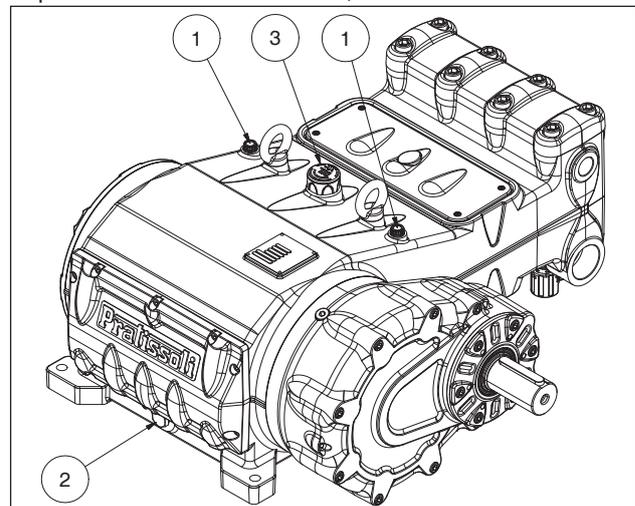

Fig. 3
Verifique o nível do óleo com a vareta da haste do nível do óleo especial, equipada de entalhes de mínimo e máximo ①, Fig. 3.
Se necessário, complete até a tampa do óleo. ③, Fig. 3.
O controle correto do nível do óleo é realizado com a bomba em temperatura ambiente, a troca do óleo é feita com a bomba em temperatura de trabalho, removendo o tampão pos. ②, Fig. 3.